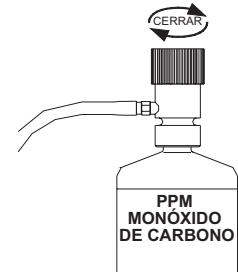

Figura 16
6. Apague el regulador y repita el procedimiento de puesta a cero (pasos 1 a 10 descritos anteriormente). La pantalla debe regresar a una lectura de “00” (figura 16).